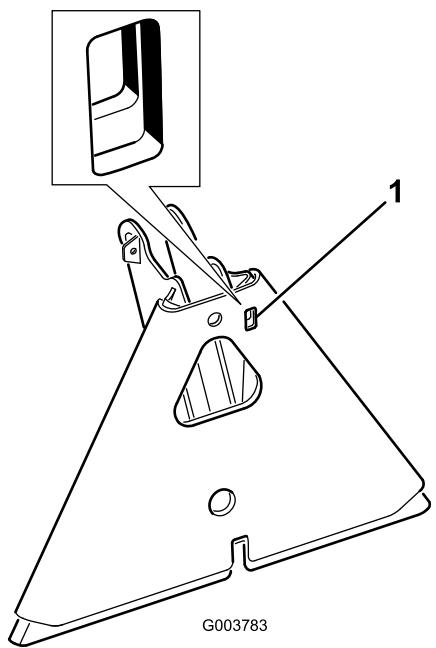

図 6
**注** アタッチメントのアダプタがトラクションユニットのアダプタに引っかかってしまった時は、バールやドライバーなどをスロットに差し込んで外してください(図6)。